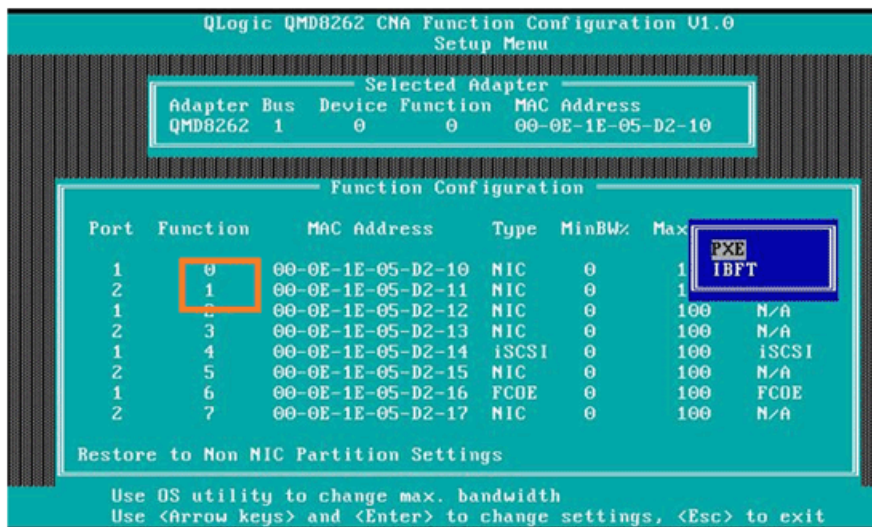

Abbildung 5-32. Aktivieren des iBFT-Startvorgangs
2. Stellen Sie sicher, dass das Protokoll für die Funktionen 0 und 1 auf **iBFT** eingestellt ist. Wenn nötig, ändern Sie die Einstellungen, wie in Abbildung 5-32 dargestellt, und drücken Sie anschließend die Eingabetaste.